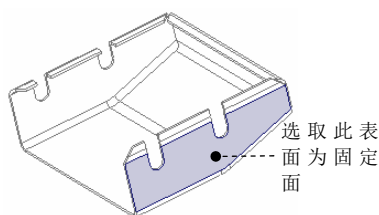
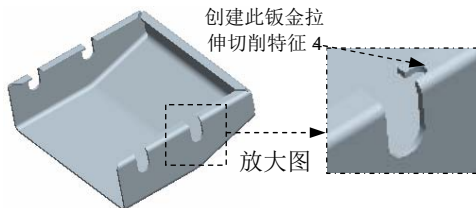
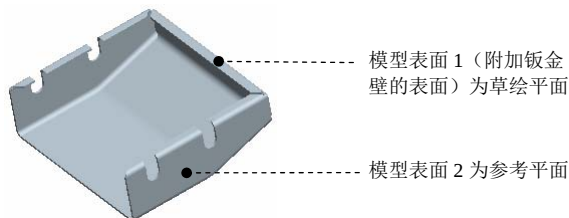
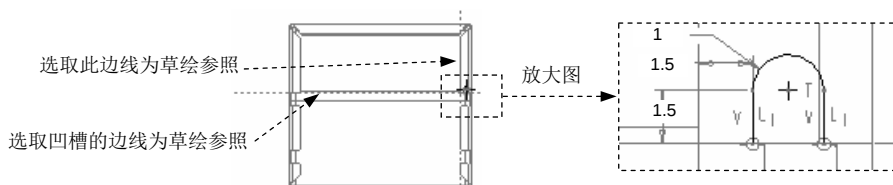

图 11.6.43 定义固定面
图 11.6.44 拉伸特征 4
图 11.6.45 草绘平面
图 11.6.46 截面草图
(1) 单击 **模型** 功能选项卡 **折弯** 区域中的“折弯回去”按钮 , 此时系统弹出“折回”操控板。
(2) 定义固定面(边)。在“折回”操控板中单击  按钮, 选取图 11.6.43 所示的模型右侧表面为固定面。
(3) 单击  按钮, 完成折回特征 1 的创作。
Step17. 创建图 11.6.44 钣金拉伸切削特征 4。在操控板中单击  按钮, 确认  按钮、 按钮和  按钮被按下; 选取图 11.6.45 所示的模型表面 1 为草绘平面, 选取模型表面 2 为参考平面, 方向为 **右**; 单击 **草绘** 按钮, 绘制图 11.6.46 所示的截面草图; 接受系统默认的箭头方向为移除材料的方向, 在操控板中定义拉伸类型为 , 选择材料移除的方向类型为 。